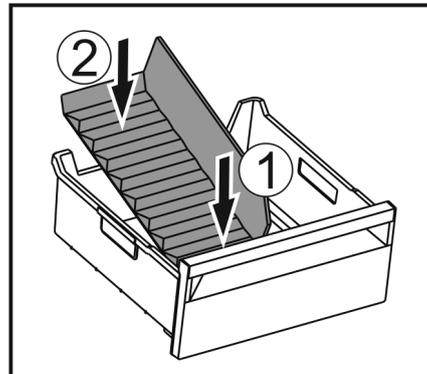

Fig. 117
- Inserire la parte anteriore del divisore dello scomparto del ghiaccio. Fig. 117 (1)
- Abbassare la parte posteriore del divisore dello scomparto del ghiaccio fino al fondo del cassetto. Fig. 117 (2)